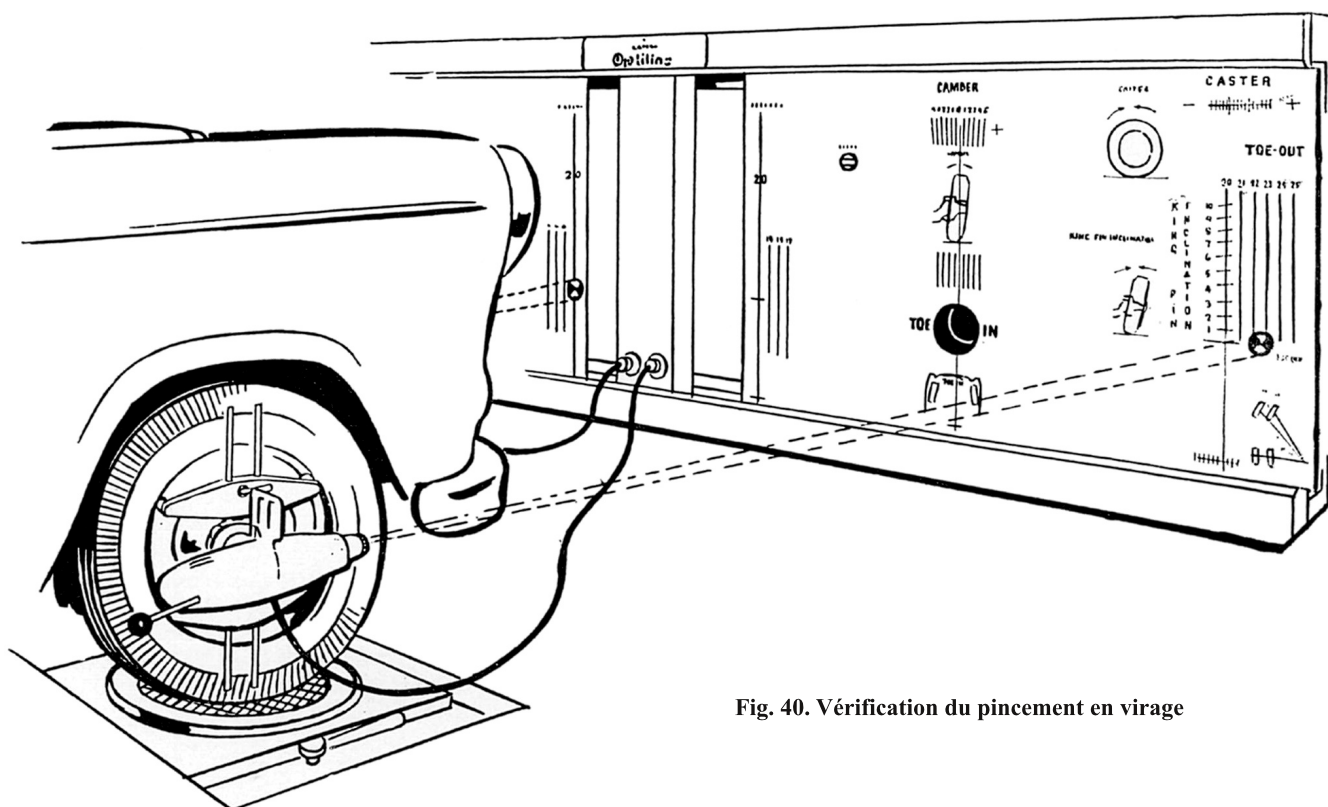

Fig. 40. Vérification du pincement en virage
**Pincement en virage (Fig. 40)**